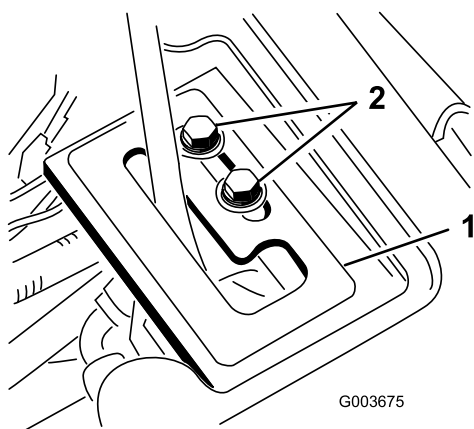

Figura 17
1. Insira a placa de guia da alavanca sobre a alavanca de elevação e prenda-a sem apertar à estrutura com dois parafusos de cabeça de flange e anilhas (Figura 17).
6. Com o motor a trabalhar e a alavanca de elevação na posição **Suspensa**, faça deslizar a guia da alavanca até o cilindro esquerdo poder ser estendido e retraído à mão (Figura 17).
7. Aperte ambos os parafusos de montagem da placa de guia da alavanca de elevação para fixar o ajuste (Figura 17).